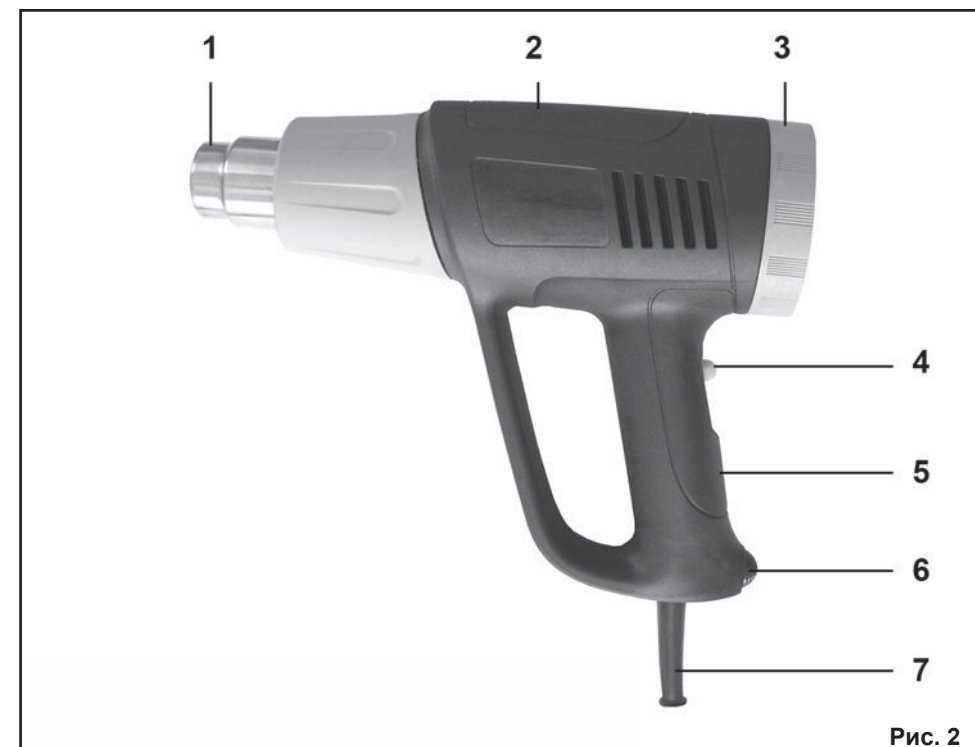

Рис. 2
6. УСТРОЙСТВО ТЕПЛОВОГО ПИСТОЛЕТА (Рис.2.)
7.4. Установка сменных насадок на сопло. (Рис.2)